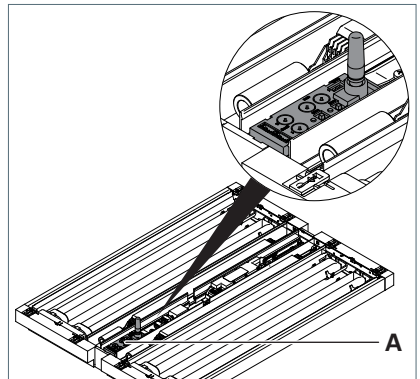

Fig. 4: Modul in einem TYCOON-Leuchtenkopf.
- ▶ Setzen Sie das Modul **A** in den freien Bereich im Mittelträger des Leuchtenkopfs, siehe Fig. 4.